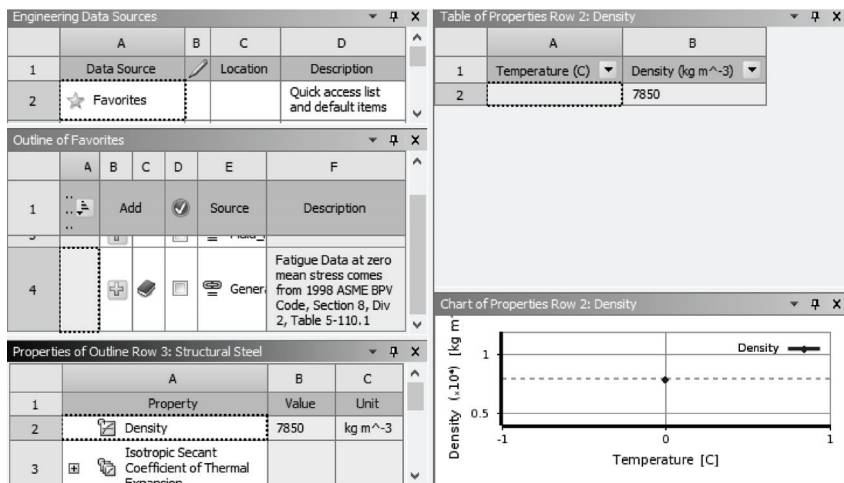

图 17-4 工程数据库界面
2) 在界面的空白处单击鼠标右键, 在弹出快捷菜单中选择 Engineering Data Sources, 此时原界面窗口中的 Outline of Schematic A2:Engineering Data 消失, Engineering Data Sources 及 Outline of Favorites 窗口将出现, 如图 17-4 所示。